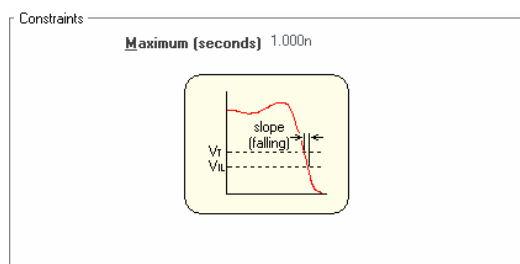

图 8.50 “Slope-Falling Edge”设计规则视图中的“Constraints”区域
“Slope-Falling Edge”设计规则视图中的“Constraints”区域如图 8.50 所示。该设计规则用于设置信号下降沿从阈值电压下降到低电平电压的最大延迟时间。
(1) 在主菜单中选择“Design”->“RuleWizard...”命令, 启动设计规则向导, 打开如图 8.50 所示的“New Rule Wizard”对话框, 显示“Design Rule Wizard”视图。